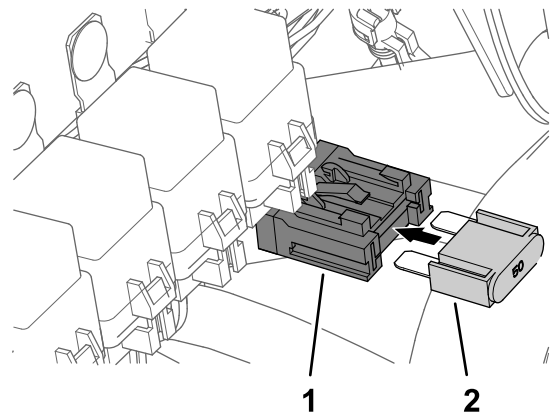

Bild 192
7. Setzen Sie die Sicherung: (50 A) in den internen Sicherungskasten ein, bis sie fest sitzt (Bild 192).